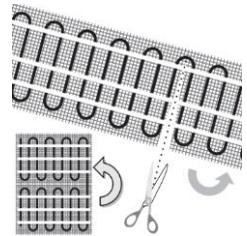

Рисунок 3.
3. Перед укладкой нагревательного мата следует измерить его сопротивление для проверки работоспособности кабеля (рис. 3).